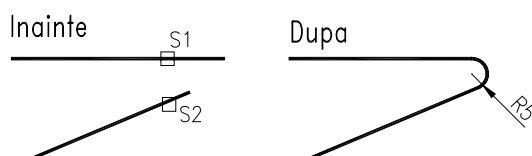

Fig. U6.7
1. Racordarea a două segmente cu rază 5 (Fig. U6.7)